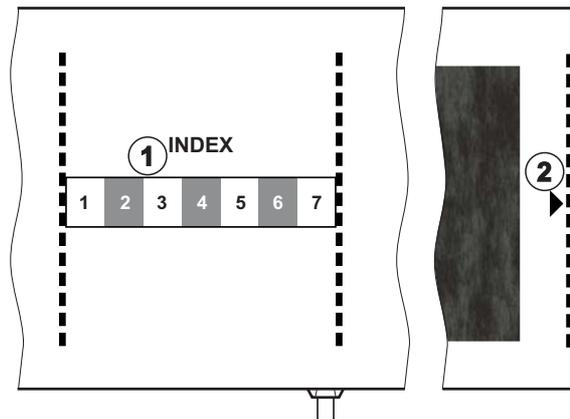

Fig. 11-6 Marcações para o tamanho correto da braçadeira
O tamanho da braçadeira é correto para a circunferência do braço do doente se a linha pontilhada marcada com uma seta (na extremidade da braçadeira, consulte Fig. 11-6, ②) se situar no intervalo marcado com "INDEX" (①) quando a braçadeira é colocada.